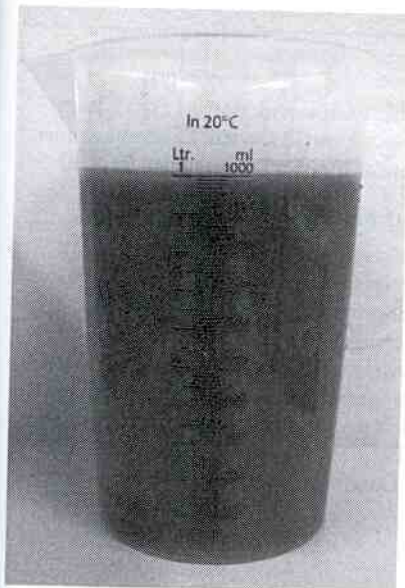

Bild 40
4. Ta slam från processtanken, som ligger på den högra sidan i ett mätglas ända upp till litermarkeringen (bild 40).